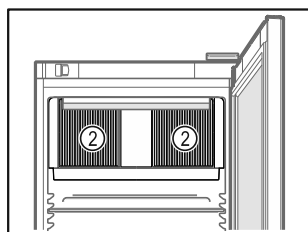

Fig. 57
- Odstąpić szczeliny wentylacyjne Fig. 57 (2) dmuchawy wewnątrz urządzenia.